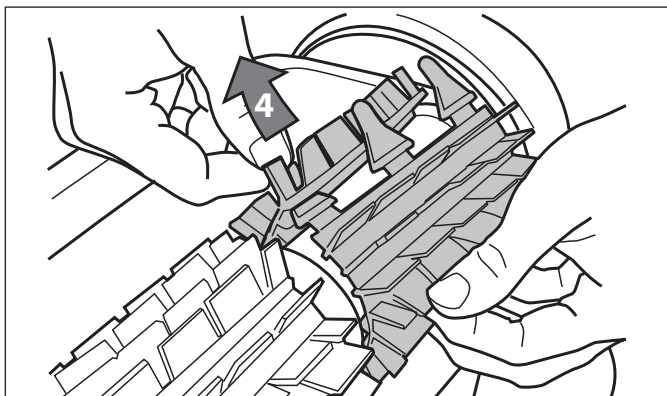

Figura 34. Jale la trabilla en la ranura
4. Enrosque cada trabillas en la ranura proveida y suavemente paselo hasta que el talón salga al otro lado de la ranura. Vea la Figura 34.